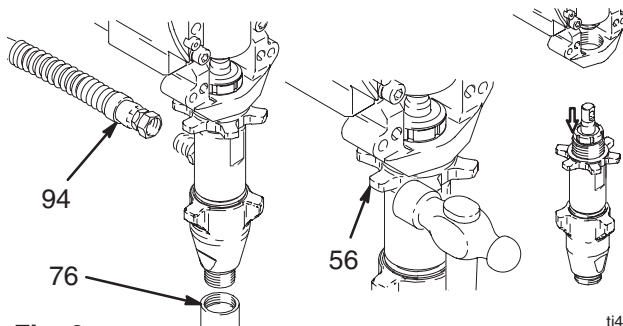

Fig. 9
5. Fig. 9. Retire el tubo de aspiración (76), la manguera (94) y todas las arandelas y juntas tóricas.
6. Afloje la contratuerca de la bomba (56). Desenrosque la bomba.
5. Fig. 9. Instale las arandelas, las juntas tóricas y el tubo de aspiración (76) y la manguera (94).